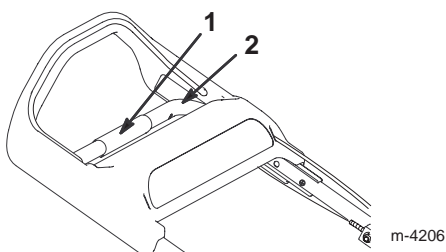

Figure 5
- Déposez le couvercle de la poignée sur la barre de la partie supérieure du mancheron (Fig. 5).